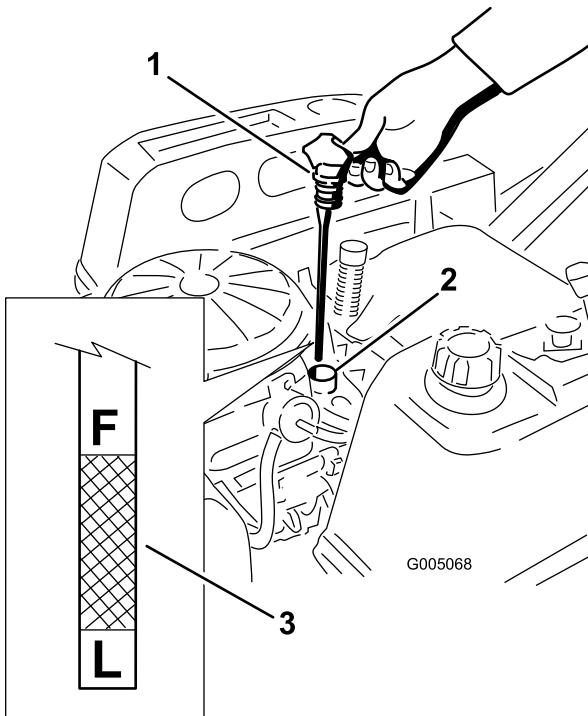

Figura 32
4. Tirate e rimuovete il tappo dell'olio/l'asta di livello; rimuovete l'olio. Reinserite l'asta di livello e premete con forza in sede (Figura 32).
(Figura 32).
- Girate la valvola di spurgo di 1/4 di giro in senso antiorario per aprirla e lasciate defluire l'olio (Figura 34). Togliete il tappo/asta del rabbocco dell'olio (Figura 32).
14. Versate lentamente nel tubo di rifornimento (Figura 32) l'80% circa dell'olio indicato.
15. Montate il tappo dell'olio e l'asta di livello e spingete saldamente in sede (Figura 32).
16. Controllate il livello dell'olio (Figura 32); vedere Controllo del livello dell'olio.
18. Montate il tappo dell'olio e l'asta di livello e spingete saldamente in sede (Figura 32).